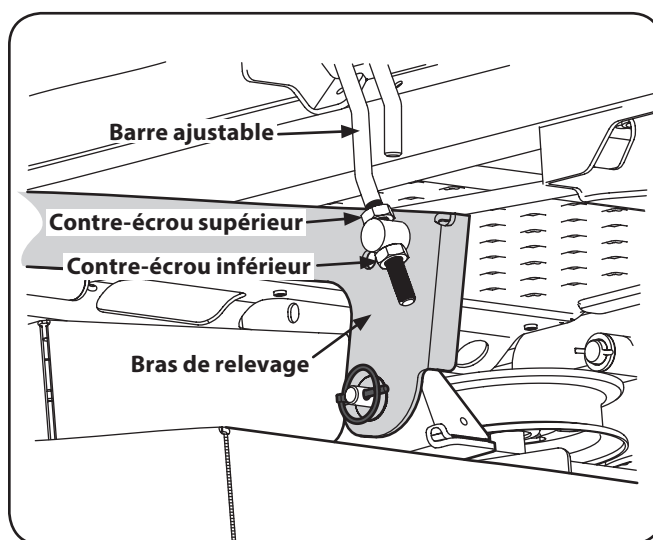

Figure 6-5
3. Desserrez le contre-écrou inférieur situé sur la barre ajustable qui est fixée au bras de relevage pour abaisser le plateau de coupe, puis serrez le contre-écrou supérieur pour fixer le plateau. Desserrez le contre-écrou supérieur et serrez le contre-écrou inférieur pour fixer le plateau. Voir Figure 6-5.